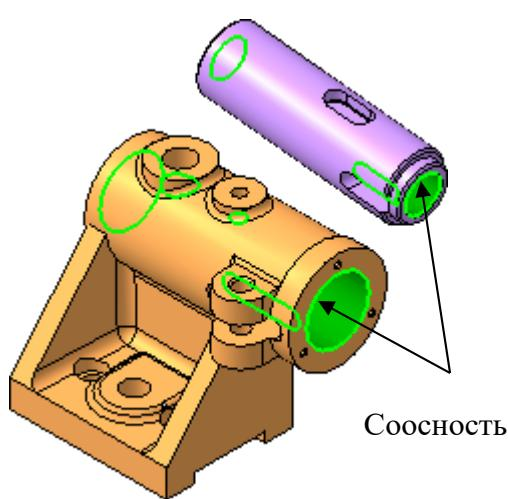

Рис. 84
**Соосность** между внутренними цилиндрическими поверхностями **Корпуса** и **Ползуна** (рис. 84).